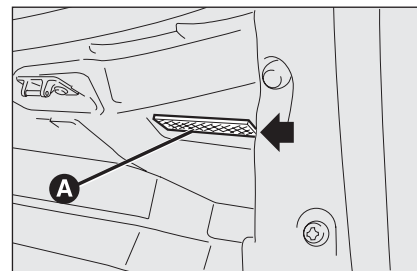
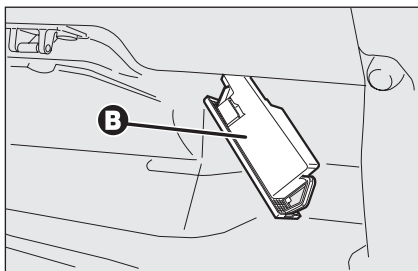

fig. 40
fig. 41
- ☐ estrarre la plafoniera **A-fig. 40** facendo leva nel punto indicato dalla freccia;
- ☐ sollevare la protezione **B-fig. 41** e sostituire la lampada inserita a pressione;
- ☐ richiudere la protezione **B**-fig. 41 sulla plafoniera **A**-fig. 40;